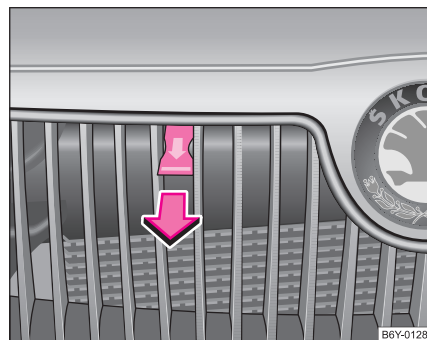

Fig. 139 Rejilla del radiador: Tirador
- Extraiga el tirador ⇒ página 196, fig. 139, el capó se desenclavará completamente.